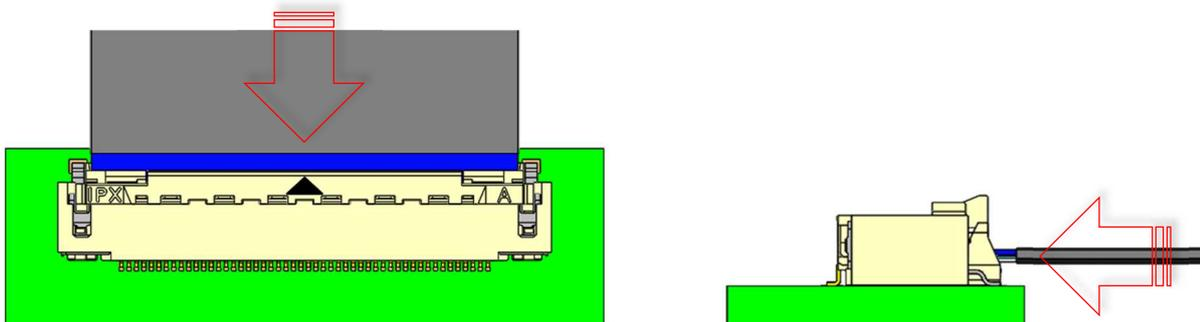

図. 2-4 FFC/FPC 挿入方法 4
- ③ 図 2-4 の様に、FFC/FPC をコネクタに対して、水平に挿入していき、奥までしっかり挿入する。